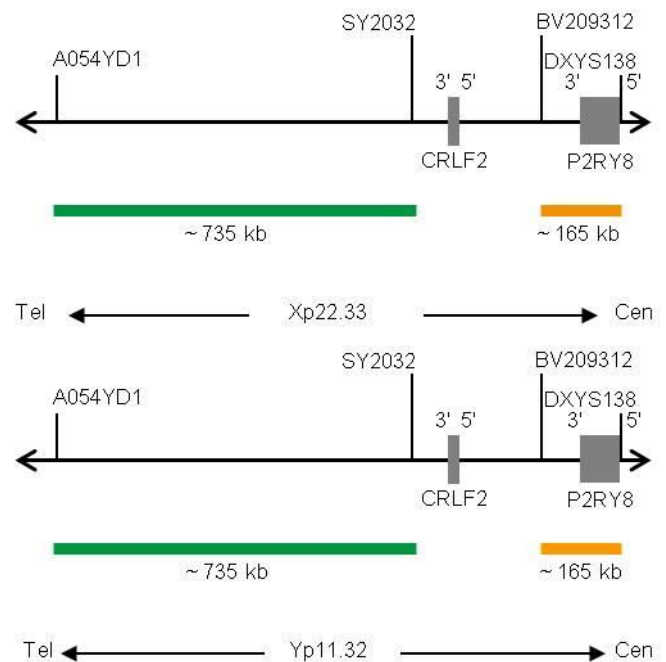

Abb. 1: Oben: X-chromosomale SPEC CRLF2 Sondenlokalisation; Unten: Y-chromosomale SPEC CRLF2 Sondenlokalisation (nicht maßstabsgetreu)
- ZyGreen (Anregung 503 nm/Emission 528 nm) markierten Polynukleotiden (~10,0 ng/µl), die gegen Sequenzen in Xp22.33 (chrX:513,125-1,245,395) und Yp11.32* (chrY:463,125-1,195,395) gerichtet sind, welche distal zur CRLF2-Bruchpunktregion lokalisiert sind (siehe Abb. 1).
- ZyOrange (Anregung 547 nm/Emission 572 nm) markierten Polynukleotiden (~4,5 ng/µl), die gegen Sequenzen in Xp22.33 (chrX:1,497,976-1,660,328) und Yp11.32* (chrY:1,498,976-1,657,328) gerichtet sind, welche proximal zur CRLF2-Bruchpunktregion lokalisiert sind (siehe Abb. 1).